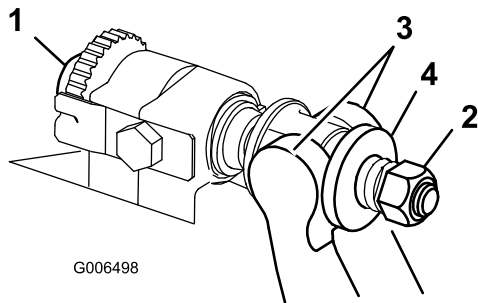

Figura 23
1. Gire los tornillos de ajuste de la barra de asiento en sentido antihorario para alejar la contracuchilla del molinete (Figura 23).
2. Afloje la tuerca de tensado del muelle hasta que el muelle deje de presionar la arandela contra la barra de asiento (Figura 23).